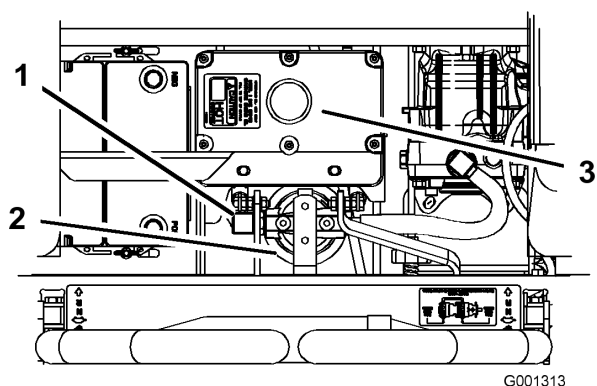

Figura 66
4. Retire el manguito hidráulico de la derecha a su entrada en el adaptador (Figura 66).
6. Vuelva a instalar el manguito hidráulico de la derecha en el adaptador (Figura 66).